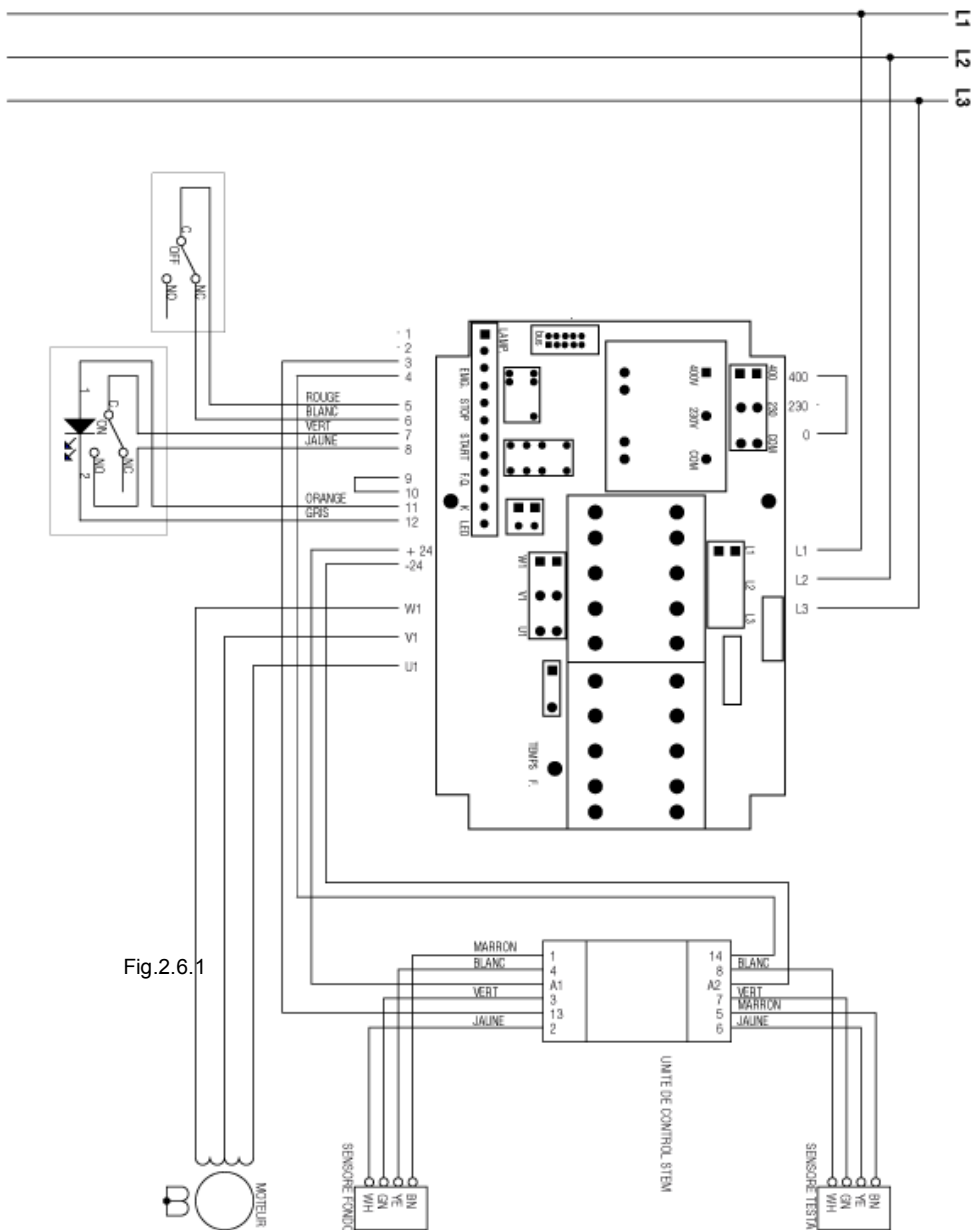

Fig.2.6.1
2.5.1 - Schéma électrique triphasé à 400V(Fig. 2.6.1)